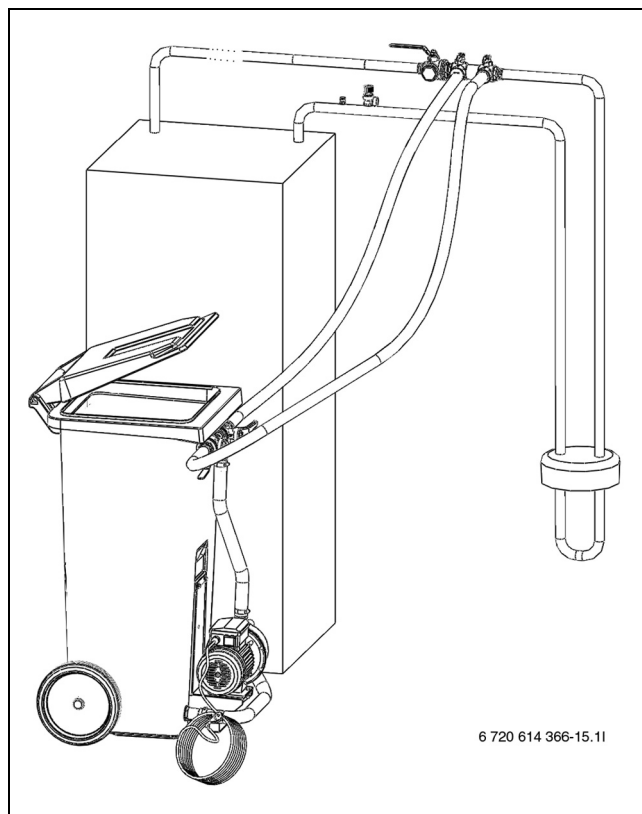

Fig. 13 Riempimento con stazione di riempimento
- ▶ Collegare due tubi flessibili tra la stazione di carico e sfiato automatico e il dispositivo di riempimento (→ fig. 13).